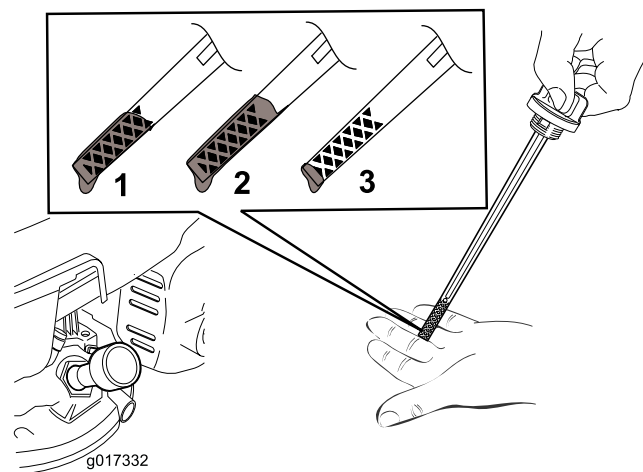

図 12
5. オイルの量の確認方法は 図 12を参照。
注 ディップスティックで量を確認しながら 図 12 に示される適正量までオイルを入れる。オイルを入れすぎてしまった場合には、エンジンオイルの交換 \(ページ 16\)の項に従って余分なオイルを抜き取ってください。